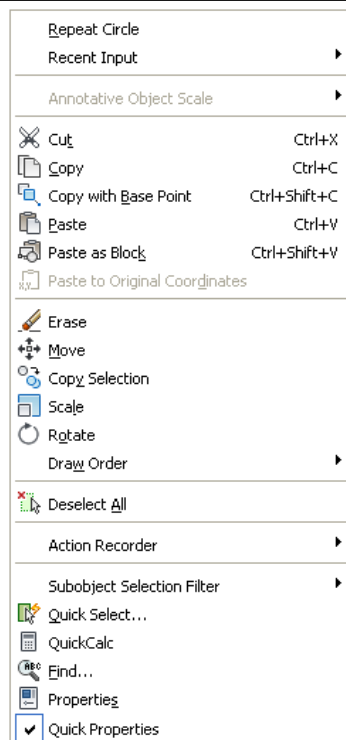

Рис. 2.15
- *редагування* – викликається при одному або кількох об'єктах і відсутності активних команд, об'єднує функції, призначені для редагування об'єктів. Набір функцій може змінюватися залежно від типу вибраного об'єкта (рис. 2.15);